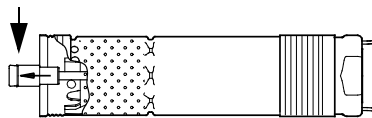

Рис. 13 Выдвижение вала насоса
2. Выдвиньте вал насоса в положение, показанное на рис. 13